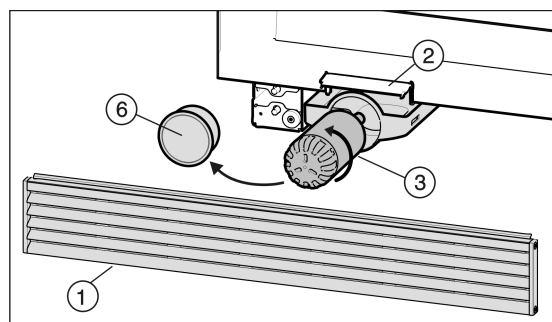

Fig. 8
- ▶ Segurar a grade de ventilação Fig. 8 (1) em cima e remover para a frente.
- ▶ Abrir chapeleta de troca do filtro Fig. 8 (2).
- ▶ O filtro de água Fig. 8 (3)deverá ser extraído.
- ▶ Remover a Fig. 8 (6) tampa do filtro.
- ▶ Girar o filtro d'água Fig. 8 (3) em aproximadamente 100 ° no sentido anti-horário e extrair.